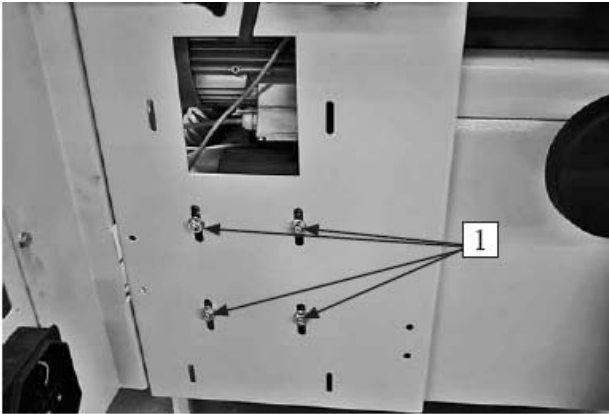

Рис. 35
## ТЕХНИЧЕСКОЕ ОБСЛУЖИВАНИЕ (Рис. 35, 36, 37)
Снимите панель (рис. 35), подняв ее. Приводной ремень двигателя фуговального узла можно легко натянуть, если ослабить 4 гайки (1), которые удерживают двигатель на раме.